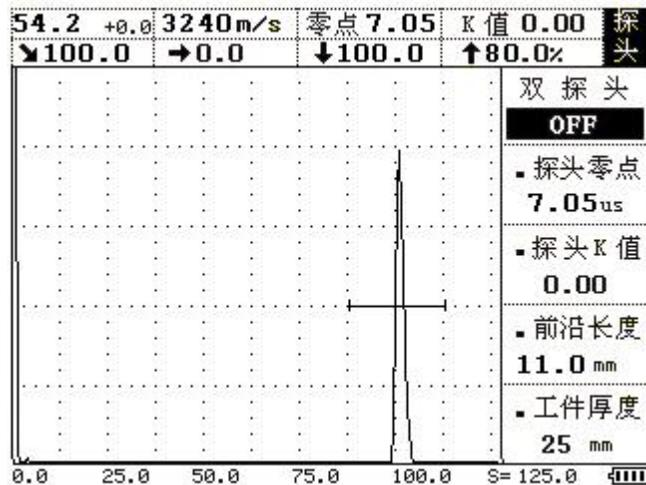

图 4-6
4、校准探头零点：将探头放在试块上并移动，使得 R100mm 的圆弧面的反射回波达到最高。在屏幕的左上角显示声程值，如这一数值不等于 100mm，按 **探头** 键进入探头菜单，再按 **▲** (上) 或 **▼** (下) 键调整到探头零点子菜单，再用 **◀** (左) 或 **▶** (右) 键调整，使数值等于 100mm。如图 4-6 所示此时探头零点校准完毕。